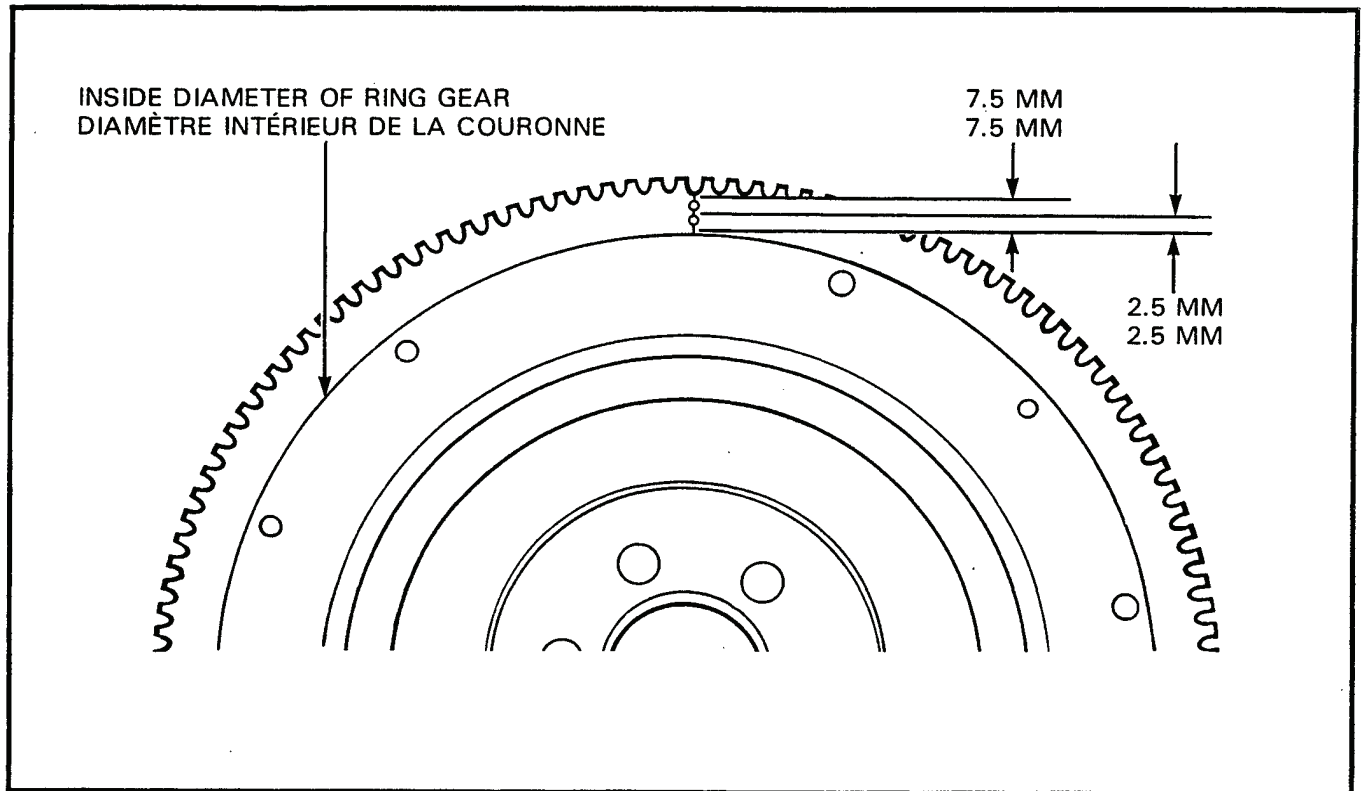

Figure 2-6-32 Location of Centre-Punched Points on Ring Gear
- b. Centre punch two points on the ring gear, located 2.5 mm and 7.5 mm from the inside diameter of the gear and in line with the low part of a tooth, see Figure 2-6-32.
- b. Au moyen d'un pointeau, poinçonner deux repères à 2.5 et 7.5 mm du diamètre intérieur de la couronne et alignés avec le creux d'une dent, voir figure 2-6-32.